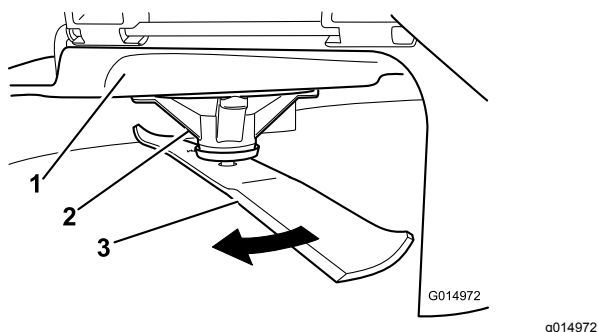

Figura 42
2. Llevando guantes fuertemente acolchados u otro tipo de protección apropiada para las manos, gire la cuchilla a medir lentamente hasta una posición que permita medir eficazmente la distancia entre el filo de corte y la superficie nivelada en la que descansa la máquina (Figura 42).